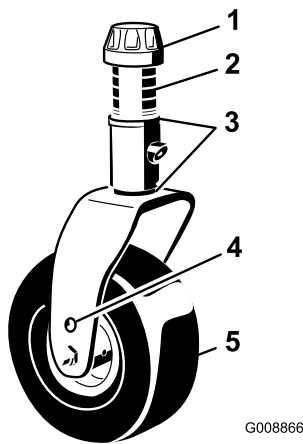

Figura 83
1. Retire el casquillo tensor del eje y deslice el eje fuera del brazo de la rueda giratoria (Figura 83).